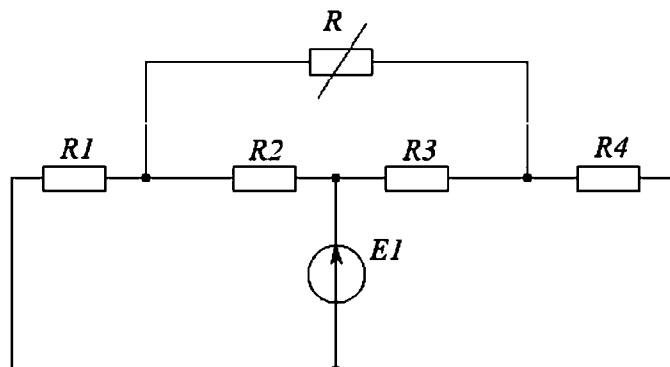

Рис. 1.66. Схема к задаче 4
4. При какой величине сопротивления  $R$  мощность, выделяемая в нем в виде тепла, максимальна? Определить эту мощность, если  $R_1 = R_2 = 30 \text{ Ом}$ ,  $R_3 = 20 \text{ Ом}$ ,  $R_4 = 60 \text{ Ом}$  (рис. 1.66).